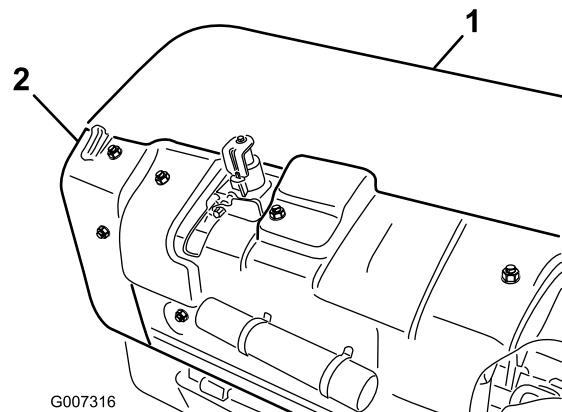

Figure 35
1. Déposez le couvercle arrière de la tête d'aération (Figure 35).
- Retirez les boulons de fixation du protège-poulie et déposez celui-ci (Figure 35).